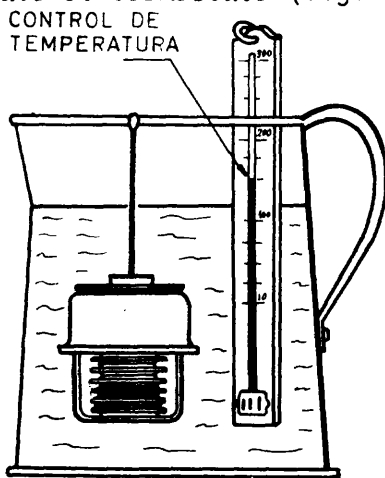

Fig. 1
- c Controle la apertura y cierre del termostato (fig. 1), según las temperaturas especificadas por el fabricante.